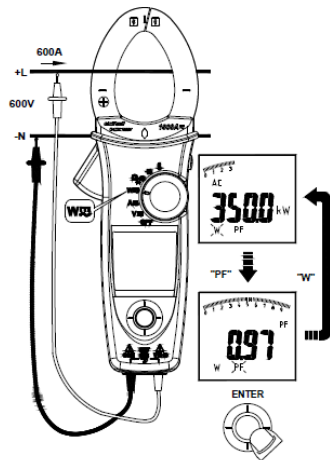

Рис. 8.5 Измерение мощности и коэф. мощности в однофазных системах
4. Далее подключите щупы к объекту измерений (с соблюдением необходимой полярности при необходимости рис. 8.5) и выполните тест.